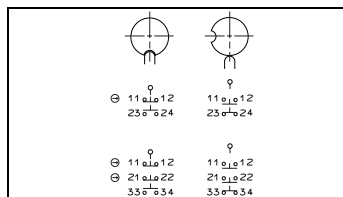

Fig. 3: Eléments et fonctions de commutation
- Pour le brochage cf. fig. 3.